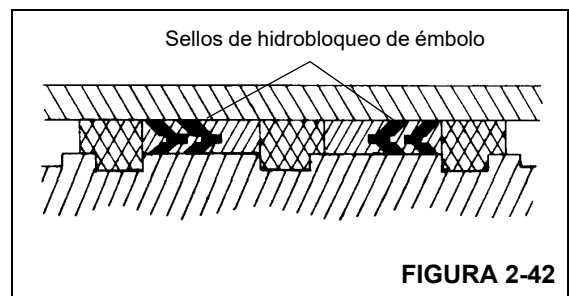

FIGURA 2-42
9. Instale los sellos de hidrobloqueo de repuesto Figura 2-42 en la parte exterior del émbolo. Asegúrese de que las partes en V de los dos sellos de hidrobloqueo apunten la una hacia la otra.